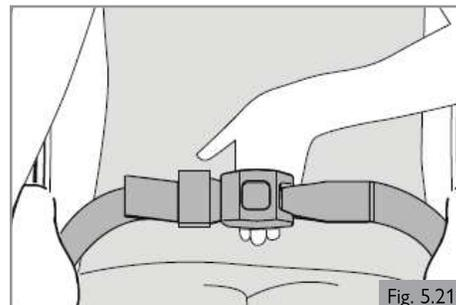

Fig. 5.21
1. Ajuste el cinturón de dos puntos de manera que se ajuste, y no deje un espacio mayor que la anchura de la mano para que quede cómodo y seguro. (Fig. 5.21)